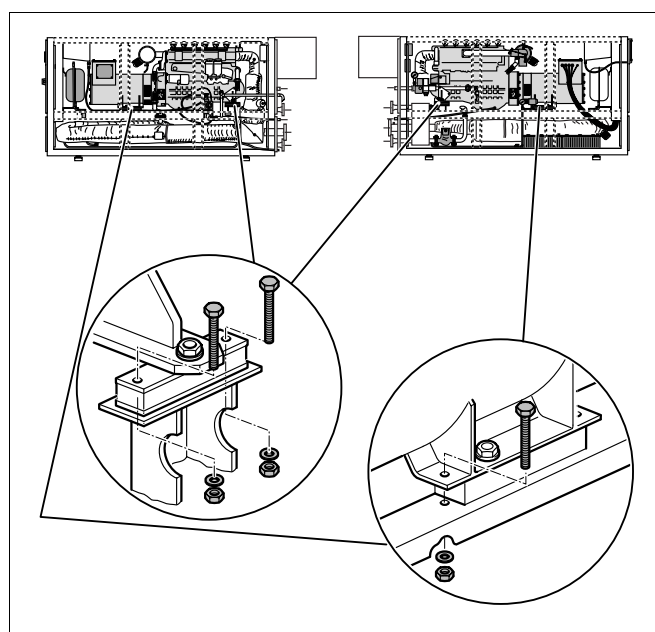

Рис. 6 Снять четыре транспортных предохранителя (по два болта на каждый) с упругих опор двигателя и генератора (пример: Loganova E 1306 DN-100)
- Снять четыре транспортных предохранителя (по два болта на каждый) с упругих опор двигателя и генератора (рис. 6).